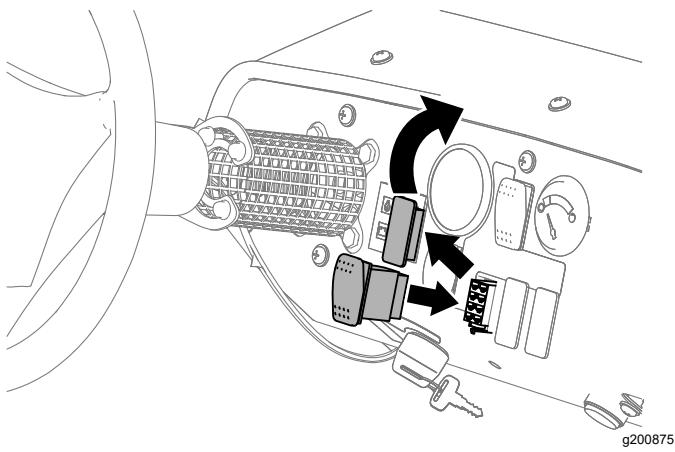

Figura 26
1. Retire el tapón del salpicadero de la máquina (Figura 26).
3. Monte el interruptor en el salpicadero y presíñelo hasta que se ajuste firmemente en la abertura (Figura 26).